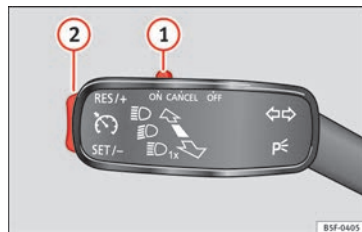

Abb. 188 Blinker- und Fernlichthebel: Schalter der Geschwindigkeitsregelanlage
- Drücken Sie den Schalter  »» **Abb. 188** in die Position **ON**.
- Drücken Sie die Wipptaste ② »» Abb. 188 »» Seite 188 in die Position RES.
- Sie können die gespeicherte Geschwindigkeit durch Drücken der Wipptaste ② »» Abb. 188 »» Seite 188 in die Position SET verringern.
- Wenn Sie die Wippe bei einer Geschwindigkeit von weniger als 30 km/h (19 mph) loslassen, wird die Geschwindigkeit nicht gespeichert und der Speicher wird gelöscht. Die Geschwindigkeit muss nach einer Geschwindigkeitserhöhung auf über 30 km/h (19 mph) erneut durch Drücken der Wipptaste ② in Position SET gespeichert werden.
Die Geschwindigkeitsregelung **schaltet sich vorübergehend ab**, wenn Sie den Schalter ① »» Abb. 188 »» Seite 188 in die Position CAN-CEL drücken oder das Brems- bzw. Kupplungspedal betätigen.
- Drücken Sie den Schalter ① »» Abb. 188 »» Seite 188 in die Position OFF.